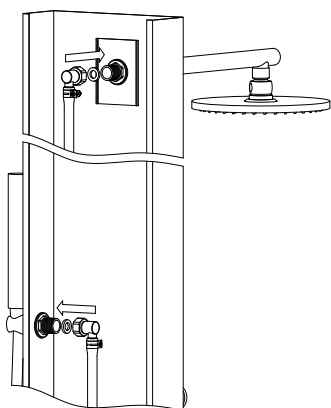

Fig.1
3. Conectar las mangueras de agua a la salida "rallo" y salida "mango ducha" (ver fig.1).
5. Colgar el panel. Conectar el flexo (nº17) a la salida ducha (E). En el otro extremo, roscar el mango ducha (nº13).